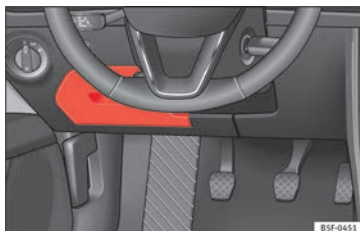

Fig. 202 Sur le tableau de bord côté conducteur : cache du boîtier de fusibles.
- **Ouverture** : rabattez le couvercle vers le bas » **fig. 202**.